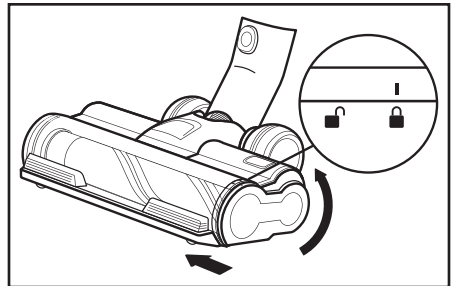

Imagen 5
4. Vuelva a introducir la escobilla en el cabezal de aspiración. Deslice el panel lateral hacia arriba para bloquearlo en su sitio (Imagen 5).